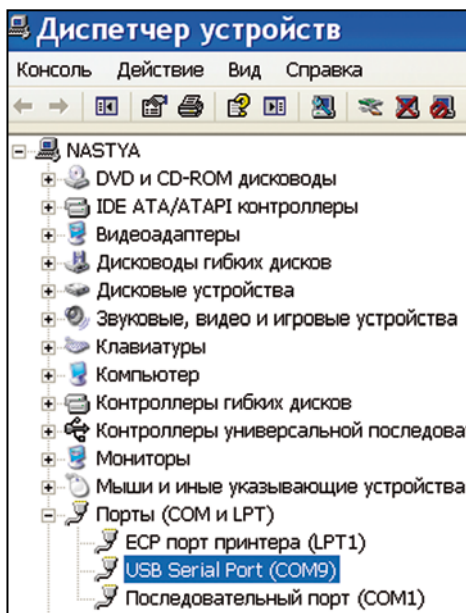

Рисунок 3. Диспетчер устройств
5.3.2 Чтобы проверить номер виртуального COM порта, надо запустить Диспетчер устройств рисунок 3:
5.3.4 Далее, дважды щёлкнуть левой кнопкой мышки на «USB Serial Port (COM9)» рисунок 3. В открывшемся окне «Свойства» перейти на закладку «Port Settings» (Параметры порта) и нажать кнопку «Advanced...» (Дополнительно). В открывшемся окне в списке «Номер COM-порта» выбрать один из портов в диапазоне COM2 – COM8 рисунок 4, затем нажать «ОК», в окне «Свойства» – тоже «ОК». Закрыть Диспетчер устройств.
Порты COM3 – COM8 в списке на рисунке 4 отмечены, как «используемые» в системе. На самом деле, в данный момент времени они свободны, а реально «используется» только порт COM1 рисунок 3.